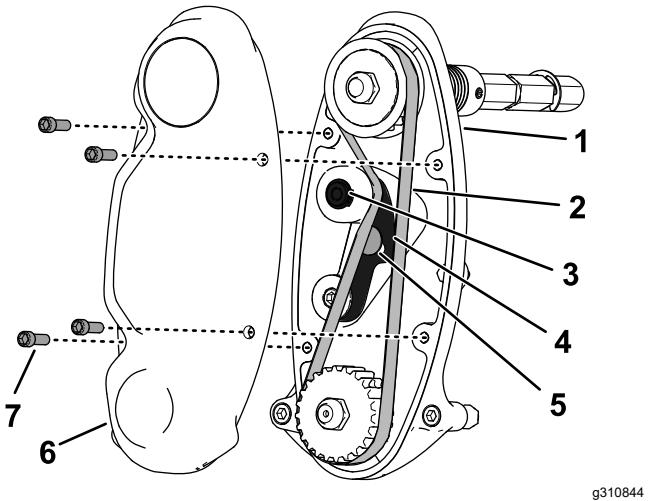

Bild 15
3. Verwenden Sie einen Drehmomentschlüssel, um eine Kraft von 6 bis 7 N·m auf die obere innere Schraube des Spannarms (Bild 15) aufzubringen.